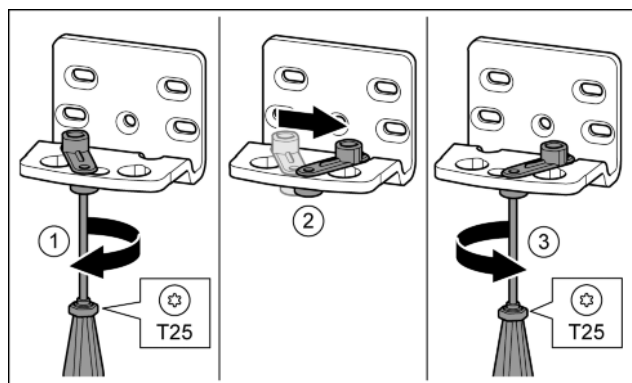

Fig. 16*
- Lekko odkręcić śrubę przy pomocy śrubokręta T25.* Fig. 16 (1)
- Unieść element ułatwiający zamykanie drzwi, a następnie obrócić w otworze w prawo o 90°.* Fig. 16 (2)
- Śrubę przykręcić przy pomocy śrubokręta T25.* Fig. 16 (3)